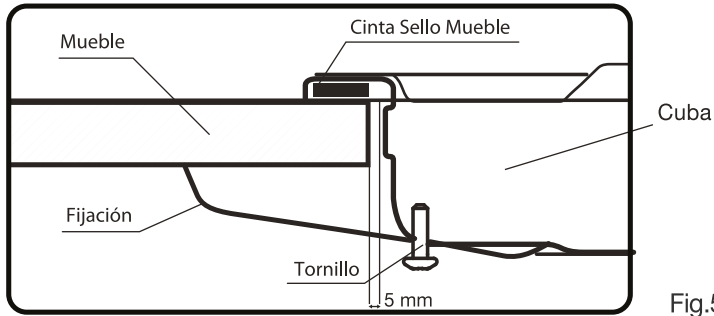

Fig.5
- Una vez hecha la demarcación retire la encimera del mueble y proceda a colocar la cinta de sello (proporcionada) en todo el contorno inferior interno de ésta. Luego vuelva a empotrar en la zona marcada y coloque las fijaciones en las ranuras respectivas. (Fig.5)